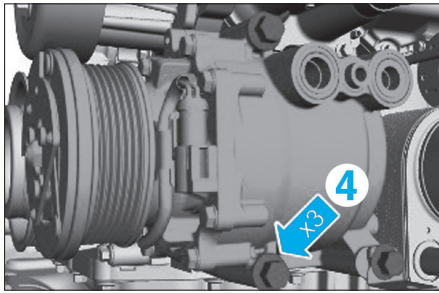

Fig. 7
- Déposer les vis (4) puis sortir le compresseur (Fig.7).